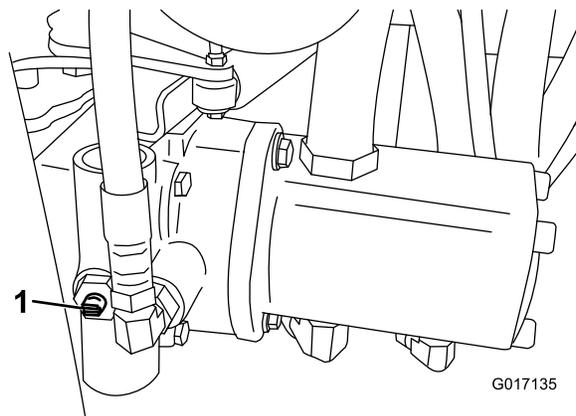

Figura 27
2. Prima di avviare il motore chiudete la valvola bypass girandola in modo che la scanalatura sia orizzontale (Figura 27). Non avviate il motore quando la valvola è aperta.
1. Girate la valvola bypass sulla pompa in modo che la scanalatura sia verticale (Figura 27).